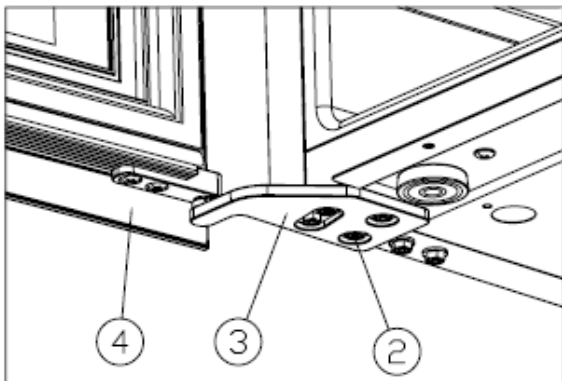

Figure 5
Installieren Sie das obere rechte Scharnier (3) und ziehen Sie die Schrauben M5\*16 an. (2). [Figure 5]